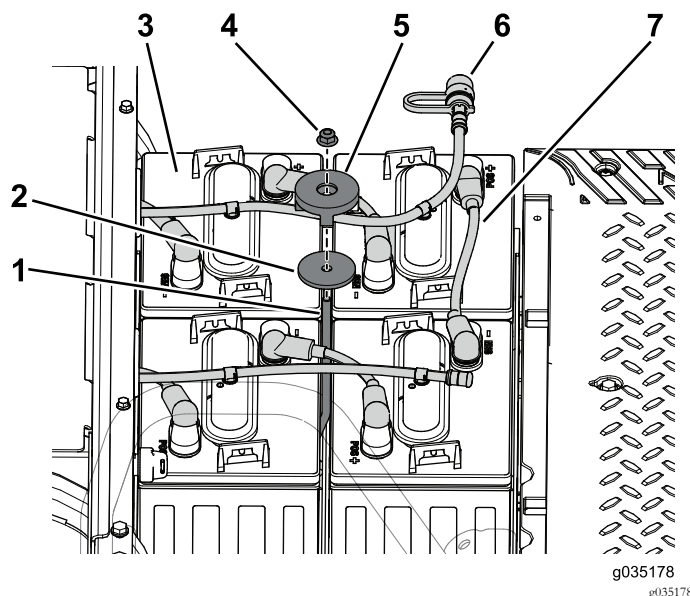

Figura 98
- Instale las 4 baterías en la bandeja de baterías delantera (Figura 98).
2. Utilice la varilla de sujeción, la arandela, la pieza de sujeción y la contratuerca para sujetar las baterías a la bandeja de baterías (Figura 98).
3. Conecte los cables de batería al borne positivo (+) de las baterías (Figura 98).
6. Conecte la manguera de agua a las baterías (Figura 98).